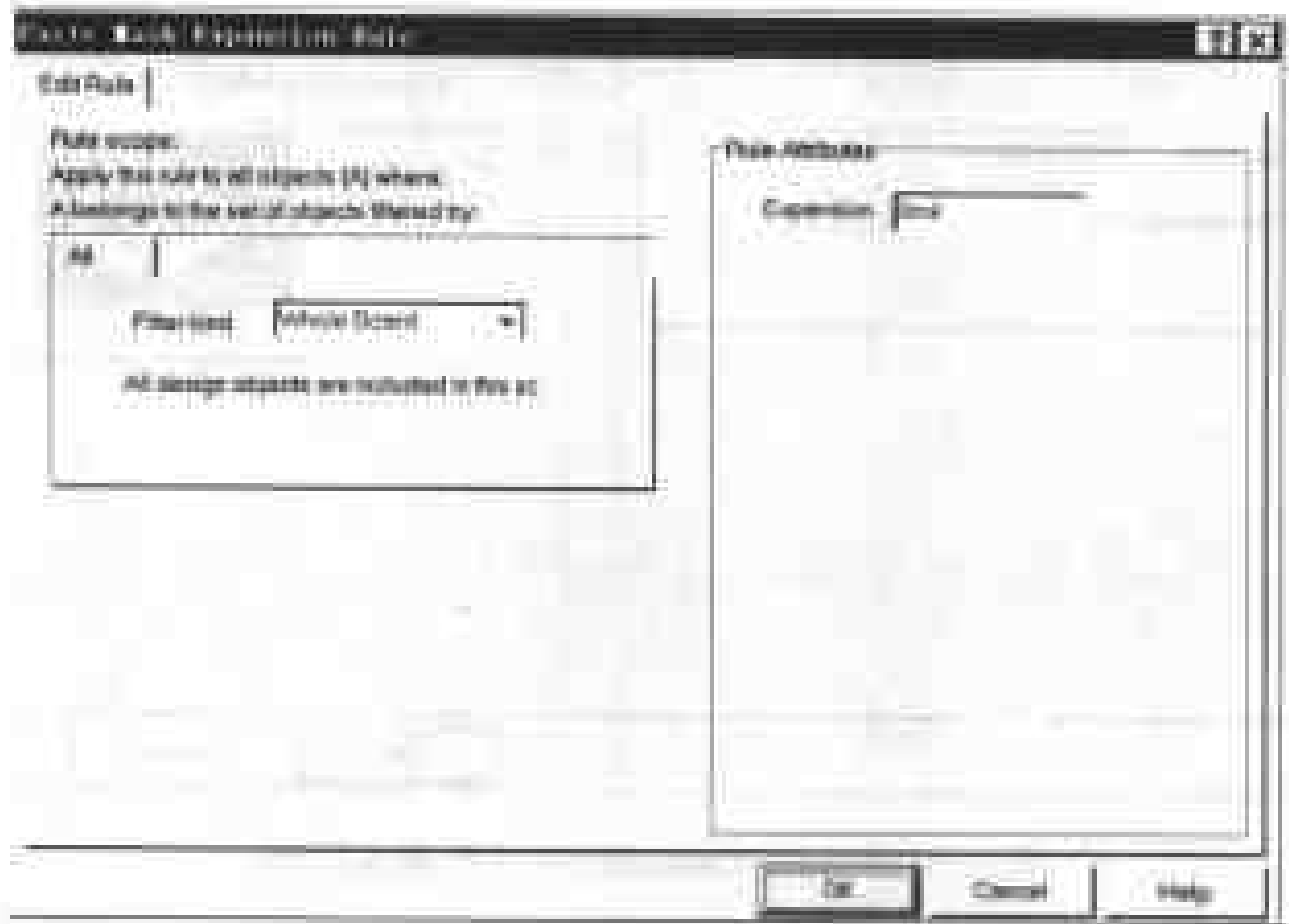

图 9-44 Paste Mask Expansion 规则编辑对话框
幕会弹出如图 9-44 所示的编辑对话框；单击 **Delete** 按钮删除所选择的规定；或单击
Properties... 按钮，屏幕弹出如图 9-44 所示的编辑对话框，可以编辑所选规则。
- 图 9-44 所示的编辑对话框中有三个选择项，解释如下：
(5) Polygon Connect Style (铺铜连接方式) 规则设置